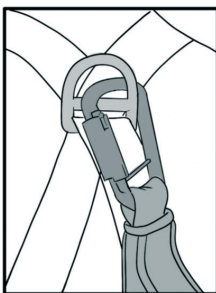

fig.2
2. Verificare che il connettore per l'utilizzatore sia fissato all'imbracatura prima di intraprendere qualunque lavoro in quota e che, se necessario, venga stretto con una chiave (fig. 2).